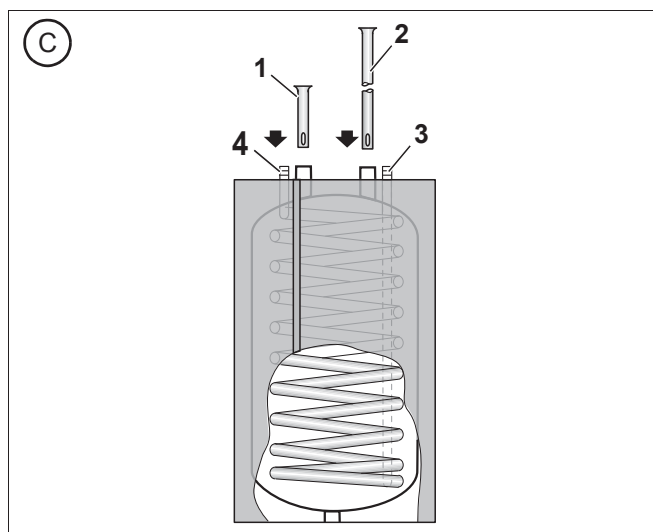

Рис. 10 Установка погружных труб (подключение сверху)
- ▶ Вставьте короткую погружную трубу сверху в АW (рис. 10, [1]).
- ▶ Вставьте длинную погружную трубу сверху в ЕК (рис. 10, [2]).